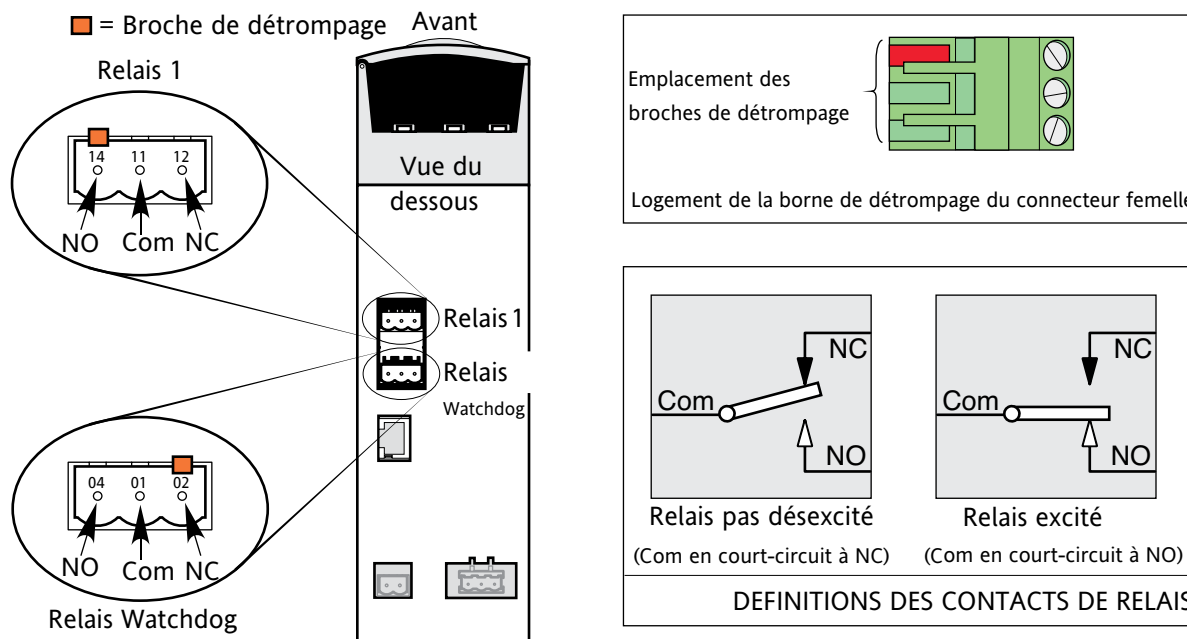

Figure 2.2.1d Emplacement et brochage du connecteur de relais
Le relais « Watchdog » est relié à un connecteur sur le dessous du module de contrôle (Figure 2.2.1d).
Ce relais, fourni en standard, est adjacent au relais Watchdog (Figure 2.2.1d). L'excitation/désexcitation de la bobine de relais est sous commande logicielle et complètement configurable par l'utilisateur. Les termes « Normalement ouvert » (NO) et « Normalement fermé » (NC) se rapportent au relais dans son état désexcité.